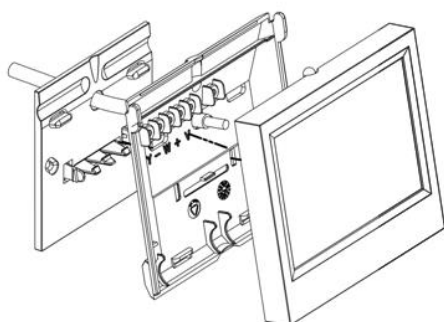

Fig. 50
Los termostatos cableados de Airzone están disponibles para montaje en superficie (S) (Fig. 50) o montaje empotrado en pared (E) (Fig. 52) Recuerde que la distancia máxima recomendable para estos elementos es de 40 metros. Para fijar un termostato de superficie en la pared siga estos pasos: